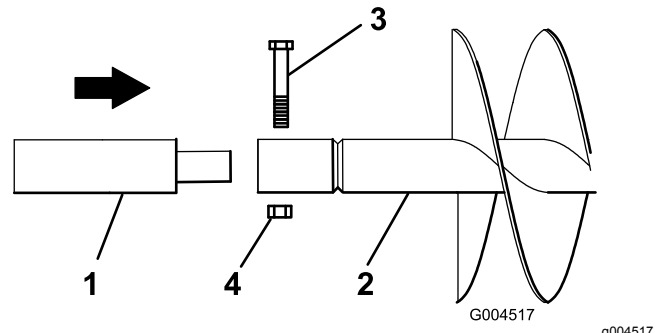

Figura 6
6. Se utilizzate un'estensione con la trivella, inserite l'estremità dell'estensione nell'estremità della trivella e fissate quest'ultima all'estensione con un bullone ($\frac{7}{8}$ " x $4\frac{1}{2}$ ") e un dado ($\frac{7}{8}$ ") come mostrato nella Figura 6.